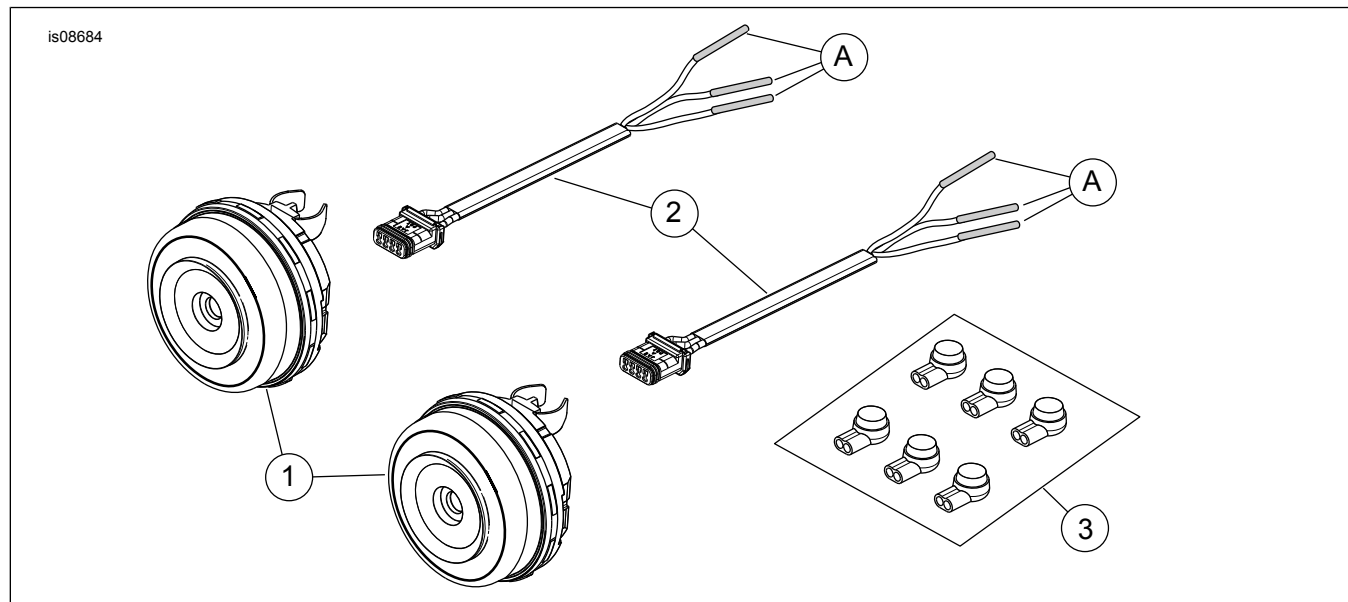

Abbildung 5. Ersatzteile: Betriebs-/Brems-/Blinkleuchte
Siehe Abbildung 5 und Tabelle 1.
7. Siehe Abbildung 5. Den Kabelbaum (2) mit der gleichen Kabelfarbe im Lampengehäuse anpassen. Die Schrumpfsolierung (A) passend zur Kabelfarbe abschneiden.
11. Sicherstellen, dass sich alle Schalter in der unteren Position befinden. Ein Fehler bei vollständiger Einbindung der internen Stoßverbinder (8) kann zu einem fehlerhaften Spleiß führen. Dies kann dazu führen, dass Lichter nicht ordnungsgemäß funktionieren oder komplett ausfallen.
12. Siehe Abbildung 5. Die Lampen (1) an die Kabelbäume (2) anschließen.